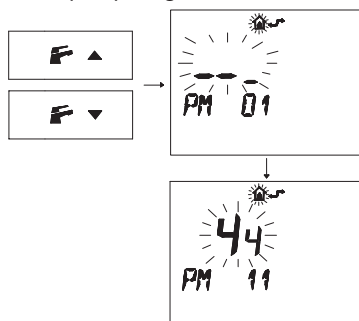

Figura 5.36
- Premere i pulsanti **F** **▼** o **F** **▲** per visualizzare la programmazione "PM11" della postcircolazione pompa (Figura 5.36).